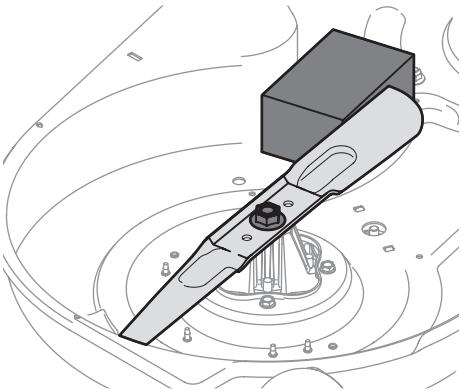

Figura 4-6
2. Coloque un bloque de madera entre el deflecto del alojamiento de la plataforma y la cuchilla de corte para que actúe como estabilizador. Vea la Figura 4-6.
3. Extraiga la tuerca de brida hexagonal que asegura la cuchilla al montaje del husillo. Vea la Figura 4-6.